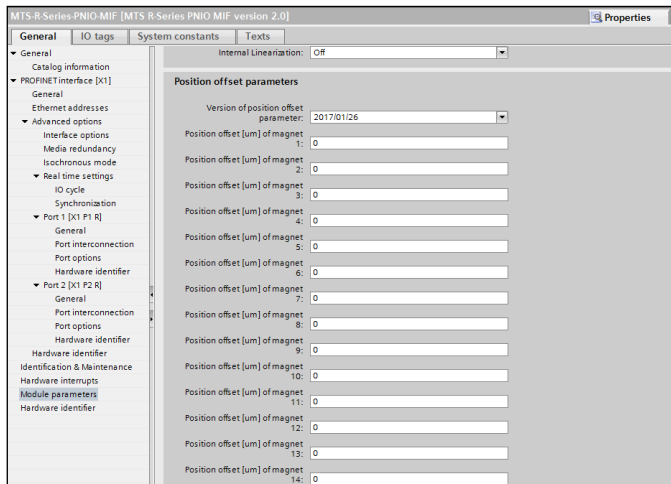

Abb. 114: Einstellung des Offsets
- **Offset:** In dem Unterabschnitt „Position offset parameters“ können Sie den Offset, eine Verschiebung des Messbereichsanfangs, separat für jeden Magneten – unabhängig von weiteren Magneten auf dem Sensorstab/Sensorprofil – einstellen (Abb. 114). Dabei können Sie die Werte mit einer Schrittweite von 1 µm in dem Bereich zwischen -214...+214 m festlegen.